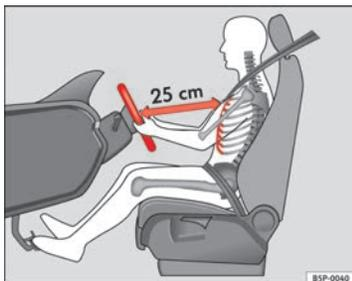

Fig. 1 Distancia correcta entre el conductor y el volante
- Ajuste el volante de modo que quede una distancia mínima de 25 cm entre el volante y el tórax ⇒ **fig. 1**.
- Coloque el asiento del conductor de forma que quede una distancia mínima de 25 cm entre el tórax y el centro del volante ⇒ fig. 1. Si la distancia es inferior a los 25 cm, el sistema de airbags no puede protegerle correctamente.